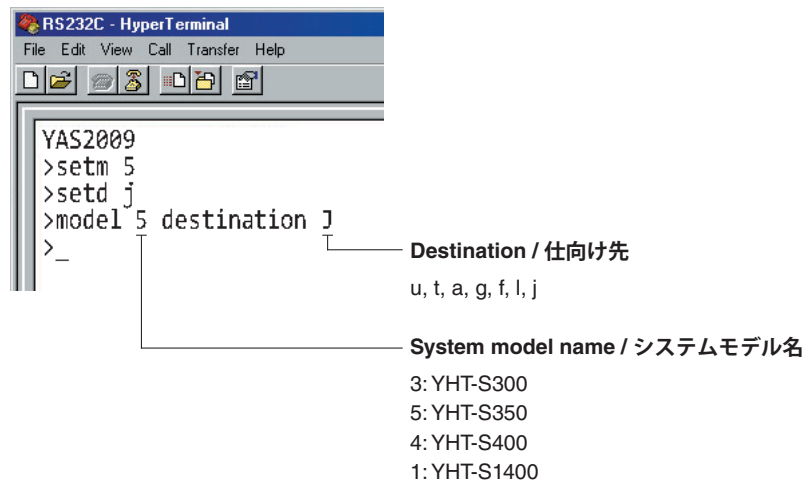

Fig. 5
8. After the text file is transferred, the screen appears as shown below. (Fig. 5)
8. テキストファイル送信後、以下の画面が表示されます。(Fig.5)